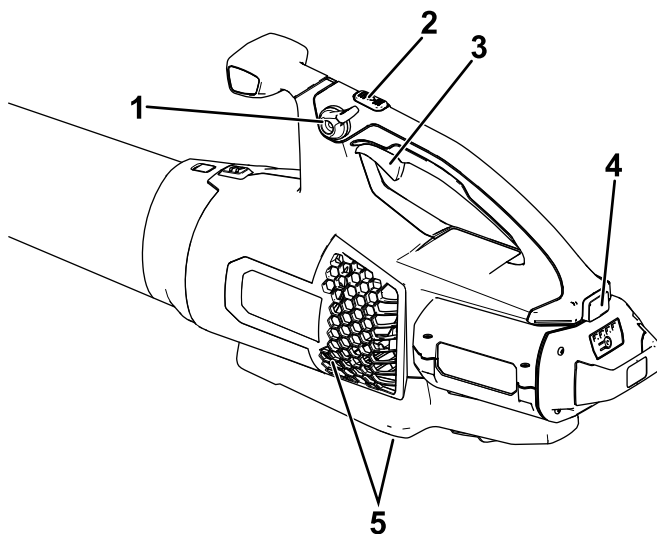

Bild 6
4. Drücken Sie den Auslöser für variable Geschwindigkeit, um den Laubbläser anzulassen (Bild 6).
Hinweis: Aktivieren Sie die Geschwindigkeitssperre, damit die Maschine läuft, ohne dass Sie den Auslöser für die variable Geschwindigkeit drücken müssen (Bild 6).
Um maximale Leistung (Luftgeschwindigkeit) zu erreichen, drücken Sie den Auslöser für variable Geschwindigkeit vollständig herunter und halten Sie dann die Turbotaste für die gewünschte Dauer gedrückt (Bild 6).
Stellen Sie mit dem Auslöser für die variable Gebläsestärke die Luftgeschwindigkeit ein (Bild 6).
Aktivieren Sie die Geschwindigkeitssperre, um die aktuelle Gebläsestärke beizubehalten (Bild 6).
Deaktivieren Sie die Geschwindigkeitssperre (falls verwendet) und lassen Sie den Auslöser für die variable Geschwindigkeit los, um den Laubbläser abzustellen (Bild 6).